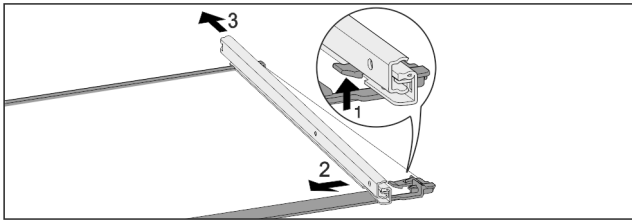

Fig. 58 Glasplaat met rails
- ▶ Voorste vergrendelhaak naar boven duwen. Fig. 58 (1)
- ▶ Uitschuifrail naar de zijkant Fig. 58 (2) en naar achteren Fig. 58 (3) wegschuiven.